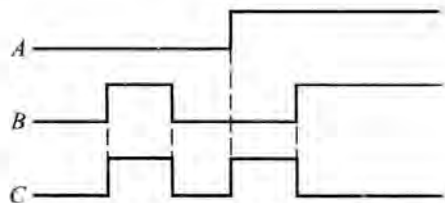

图 1.3.3
(1) 人们习惯的数制是_____, 在数字电路中用的数制是_____。
(2) 二进制数的运算规则为_____, 各位的权为 2 的_____。
(3) 数字电路中, 将晶体管饱和导通时的输出低电平赋值为 0, 截止时的输出高电平赋值为 1, 则称为_____逻辑。
(4) 逻辑代数中有_____、_____和_____三种基本逻辑运算。
- (5) 逻辑代数中,与非、或非、与或非等是_____逻辑运算。
- (6) 8421 和 5421 BCD 码等有固定权的代码称_____码。还有一类常用的代码,像余 3 码、循环码等是_____码。
- (7) 常用的字符编码是_____码。
- (8) 一组合电路, A 、 B 是输入信号, C 是输出信号,波形如图 1.3.3 所示, C 的逻辑表达式为_____。
(9) 在两个开关 A 和 B 控制一个电灯 L 的电路中,当两个开关都断开时灯亮,则实现的逻辑函数式为_____。
(10) 5 的 8421 BCD 码是_____。
(11) 逻辑表达式中,异或的符号是_____,同或的符号是_____。
(12) 逻辑函数常用的传统表示方法有_____,_____和_____等。
(13) 用代数法化简逻辑函数需要一定的_____和_____,不容易确定化简结果是否是_____。
(14) 用卡诺图化简逻辑函数,化简结果一般是最简_____式。
(15) 无关项在卡诺图中对应位置表示为_____。